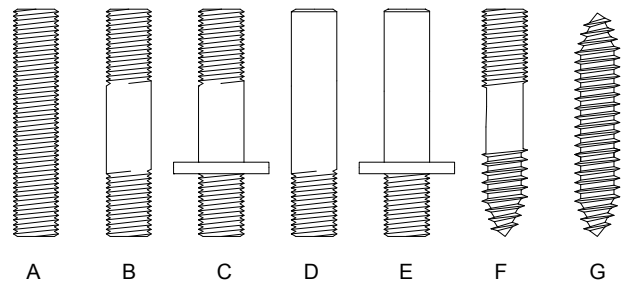
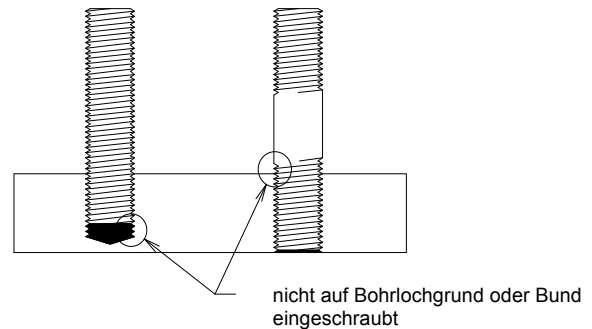
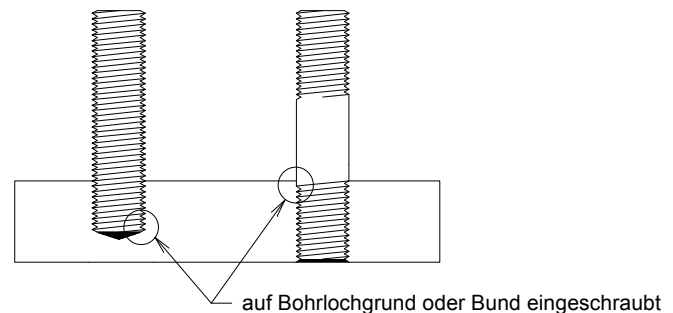

Abb. 1
Abb. 4
Abb. 5
1. Größe und Art der Stiftschraube (Abbildung 1).
Eine typische Stiftschraube, die auf Überstehlänge verschraubt wird, hat ein durchgehendes Gewinde, wie Typ A oder G, Abbildung 1. Sie wird nicht auf Grund eingedreht. Wenn ein anderer Typ vorliegt, muss darauf geachtet werden, dass die Stiftschraube in keiner Weise gehindert wird, die gewünschte Überstehlänge zu erreichen. (Abbildung 4)
Es handelt sich um eine Drehmomentverschraubung, wenn das Eindrehfutter ein vorbestimmtes Drehmoment auf die Stiftschraube überträgt. Typische Stiftschrauben für diese Anwendung sind ähnlich Typ A oder B, Abbildung 1. Bei einer Drehmomentverschraubung wird die Stiftschraube entweder auf Bohrlochgrund oder gegen den gewindelosen Schaft (Bund) verschraubt (Abbildung 5). Nach Erreichen des vorgegebenen Drehmoments ist der Schraubvorgang beendet.